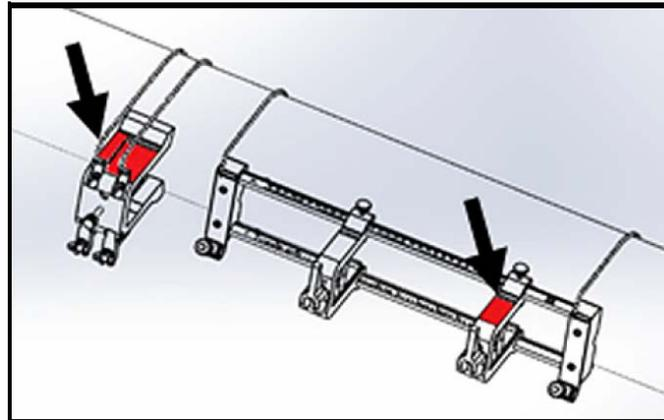

Рис. 38: Вилка, повернутая в горизонтальное положение
4. Поворачивайте скобу, пока она не окажется в горизонтальном положении на той же стороне трубы, что и ранее установленное крепежное приспособление, как показано на Рис.38 ниже.
5. Обеспечьте, чтобы верхние поверхности кронштейна скобы и кронштейна крепежного приспособления располагались точно в одной и той же горизонтальной плоскости (см. Рис.38 выше).